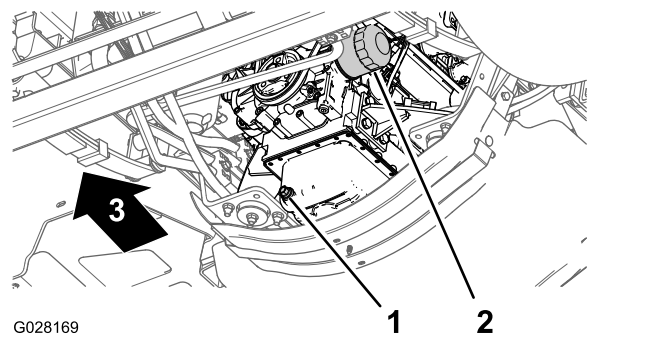

Рисунок 72
3. Поместите сливной поддон под масляный фильтр двигателя (Рисунок 72).
4. Снимите старый масляный фильтр (Рисунок 72).
8. Установите масляный фильтр на переходник фильтра и поворачивайте его по часовой стрелке, пока резиновая прокладка не войдет в контакт с переходником фильтра, после чего затяните фильтр, повернув его еще на 1/2 оборота (Рисунок 72).
1. Подставьте под пробку сливного отверстия сливной поддон (Рисунок 72).
- Снимите сливную пробку и дайте маслу полностью стечь (Рисунок 72).